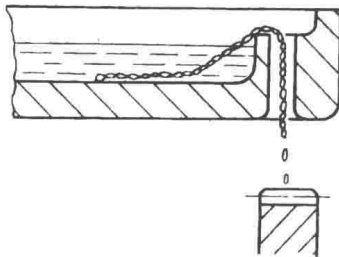

图 1-3 油绳润滑
①操作前应观察主轴箱油标孔,主轴箱内油位不应低于油标孔的一半。当机床开动时则从油标窗孔观察是否有油输出,如发现主轴箱油量不足或油窗孔无油输出,应及时通知检修人员检查。
②打开进给箱盖,检查油绳是否齐全,凡有脱落的要重新插好,然后将全损耗系统用油注在油槽内,油槽内储油量约为 $2/3$ 油槽深。由于润滑是利用油绳的毛细管作用把油引到所需要润滑的部位(图1-3),因此一般每周加油一次即可。